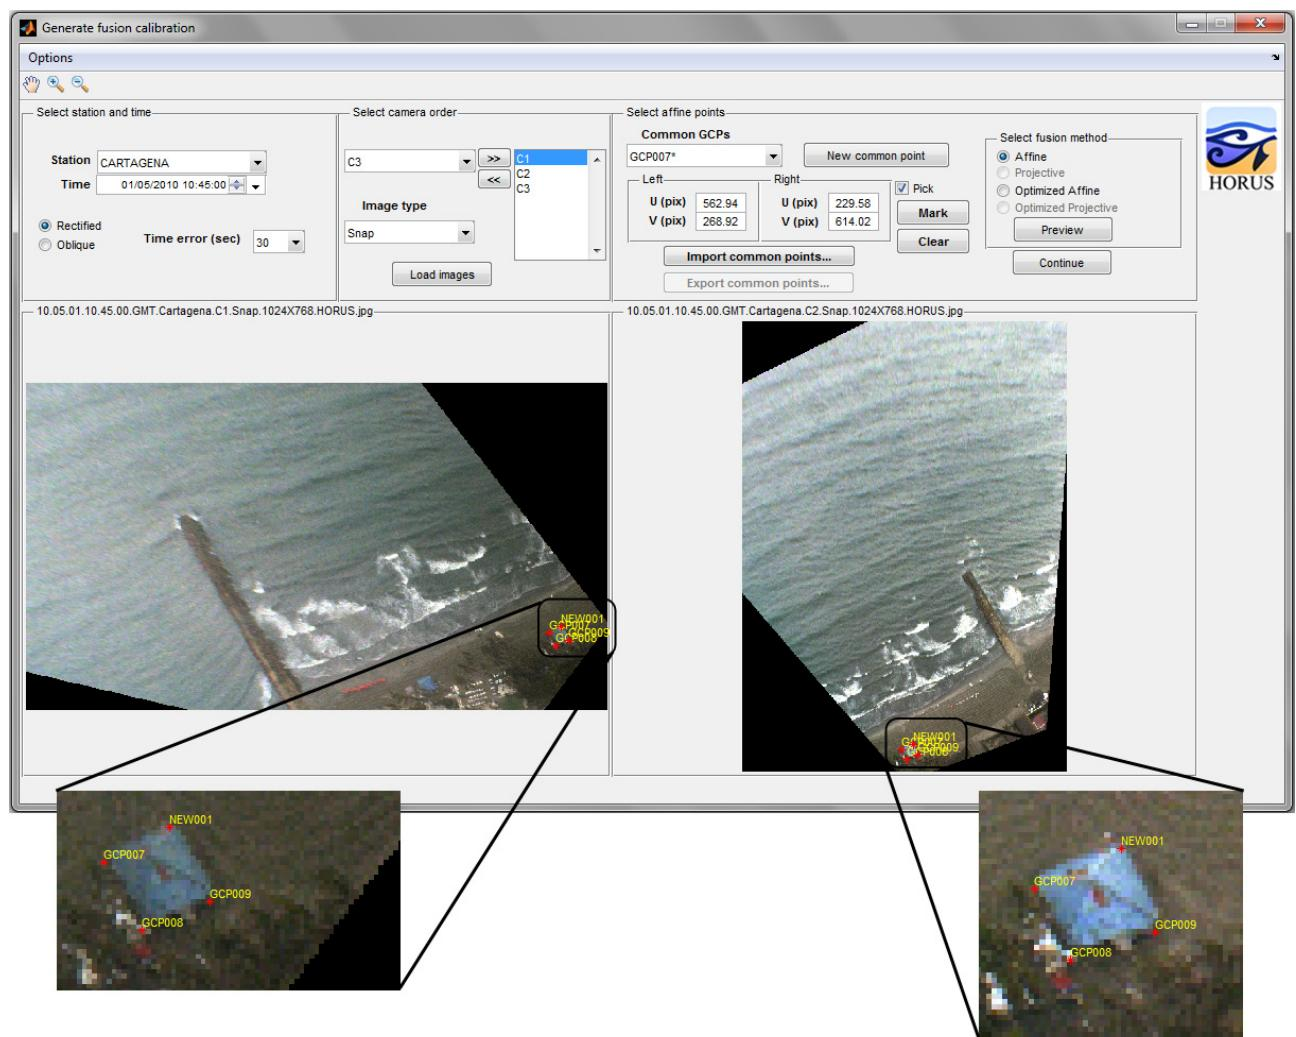

Figura 9.5: Marcación del nuevo punto común en generar fusión
- Se agregará un nuevo punto como se indicó anteriormente. En la figura 9.5 se muestra este punto marcado, que corresponde a la esquina superior derecha de la caseta azul.